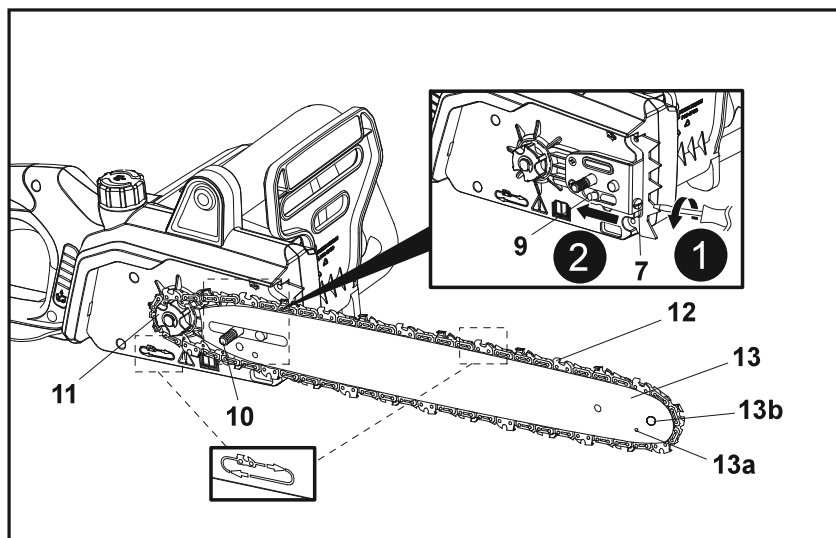

Fig. 3
5. Alinee el conjunto de cadena (12) y espada (13) con el engranaje de transmisión (11) y el perno de montaje (10). Coloque la cadena (12) alrededor del engranaje de transmisión (11) y, a continuación, baje la espada (13) para instalarla en el perno de montaje (10) (Fig. 3).
6. Asegúrese de que el pasador tensor (9) queda insertado en el orificio inferior de la espada (13). Desatornille por completo hacia la izquierda el tornillo tensor (7) para ajustar el pasador tensor (9) hasta el final de la ranura con un destornillador adecuado (no incluido).